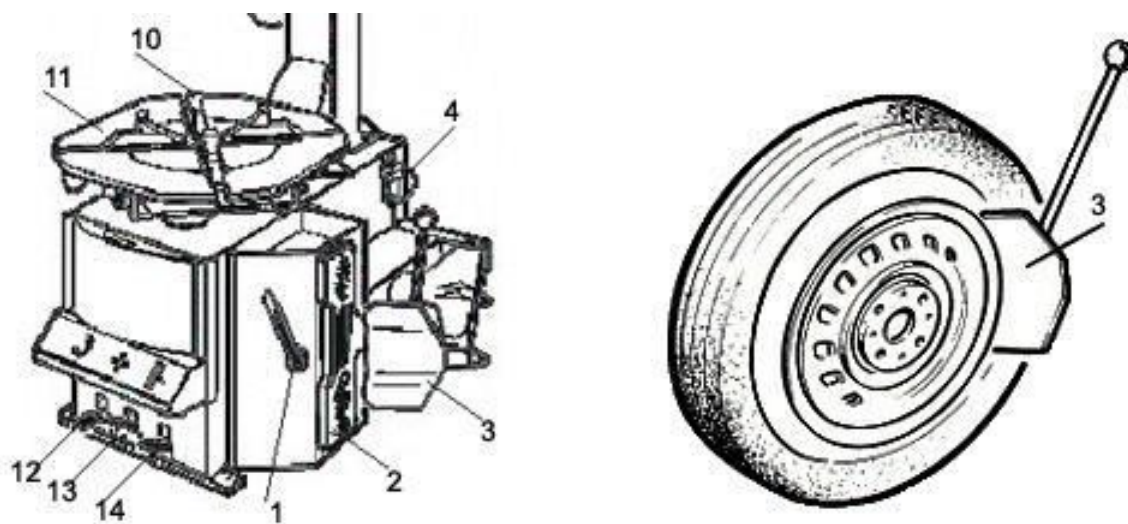

Рисунок 8 – Отрыв колеса от диска
- Установите колесо на резиновый упор 2 (рисунок 8) боковины стенда.
- Приблизьте отжимную лопатку к борту шины на расстоянии 1 см от закраины диска (рисунок 8). Следите за тем, чтобы лопатка опиралась на покрышку, а не на диск.